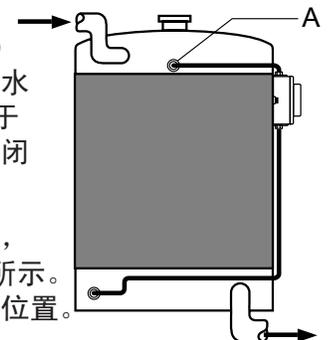

图1：加压系统
2. 对于加压冷却系统（图1）关闭点取决于产品连接到上水箱的A点。当冷却液液面低于此点时，发动机将会自动关闭（参见步骤4）。